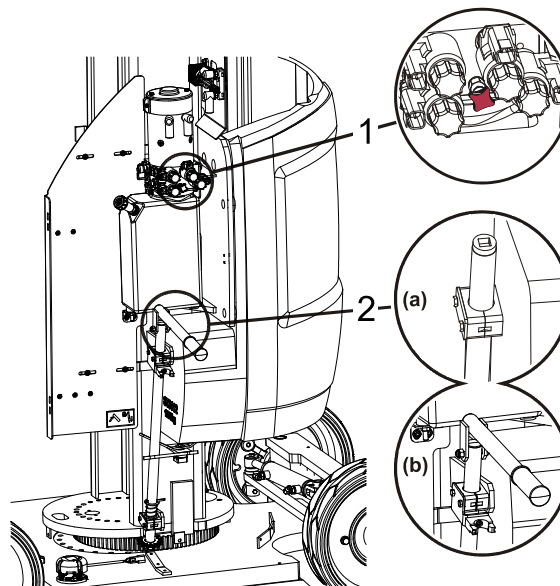

Figura 3-5. Dispositivos de Operação da Rotação Manual
- uma válvula rotativa (1) situada no conjunto das válvulas de controlo da bomba/motor para soltar o motor de rotação (Consulte a figura 3-5.).
- Um pinhão, (2) localizado por debaixo do compartimento das válvulas de controlo da bomba/motor, que pode ser operado utilizando, dependendo do equipamento, uma chave catraca quadrada de 1/2" (a) ou a alavanca dobrável (b).